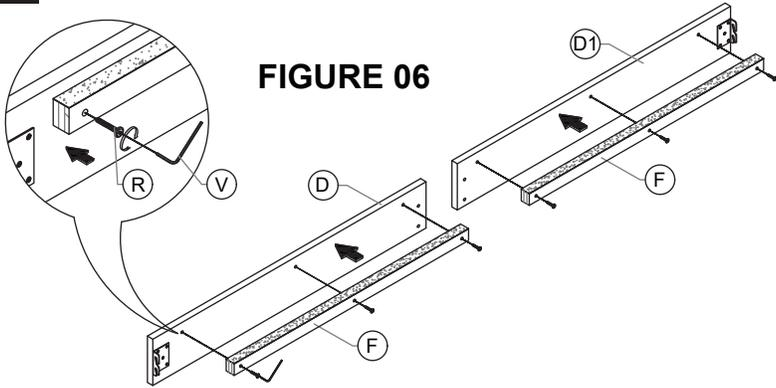

FIGURE 06
Install the rail support (F) to the side rail (D/D1) by using the Allen bolt (S) and Allen key (V). See **FIGURE 06**.
/Installez le support de rail (F) sur le rail latéral (D/D1) à l'aide du boulon Allen (S) et de la clé Allen (V). Voir **FIGURE 06**.